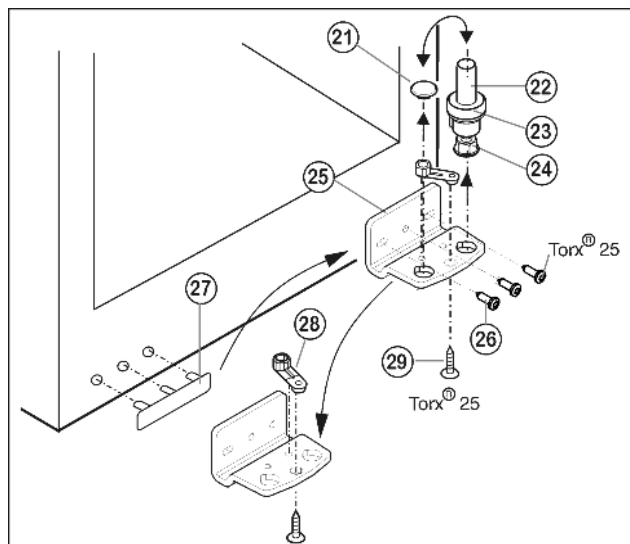

Fig. 5
- Извлеките опорный винт Fig. 5 (22) в комплекте с шайбой Fig. 5 (23) и регулируемой опорой Fig. 5 (24), вытягивая его вверх.
- Снимите пробку Fig. 5 (21).
- Открутите Fig. 5 (26) опорный кронштейн Fig. 5 (25).
- Открутите Fig. 5 (29) опорную деталь Fig. 5 (28) и, переставив в отверстие на противоположной стороне опорного кронштейна, снова прикрутите.
- Осторожно снимите и переставьте на противоположную сторону крышку со стороны ручки Fig. 5 (27).
- Снова прикрутите опорный кронштейн Fig. 5 (25) на новой стороне шарнира (с моментом 4 Нм). При необходимости используйте аккумуляторный шуруповерт.
- Переставьте пробку Fig. 5 (21) в свободное отверстие.
- Вновь установите опорный винт Fig. 5 (22) в комплекте с шайбой и регулируемой опорой. При этом фиксатор должен быть направлен назад.
- ▶ Установите дверцу сверху на нижний опорный палец Fig. 5 (22).
- ▶ При необходимости выровняйте дверцы через два продольных паза в нижнем опорном кронштейне Fig. 5 (25) параллельно корпусу устройства. Для этого выкрутите средний винт.